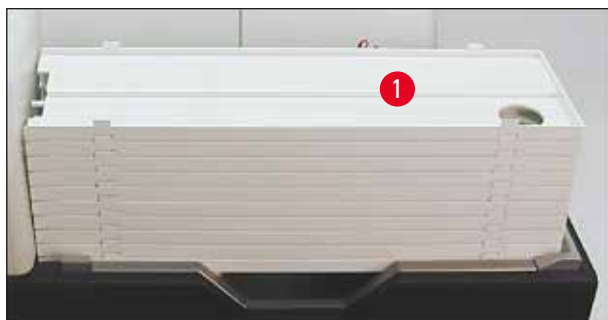

Fig. 43
1. Placér en stabel bakker (→ "Fig. 43-1") på løftebordet på aflæsningsstationen (→ "Fig. 43").